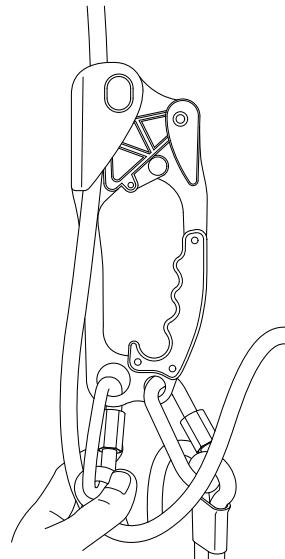

FIG. 3
4. Løs ut fjærarmen og pass på at tauet holder seg i riktig posisjon (fig. 3).